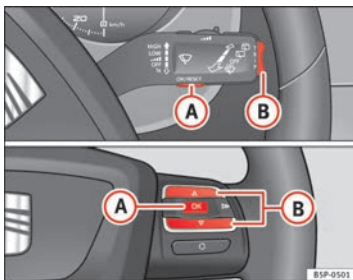

Abb. 40 Schaltwippen A und B. Bedienelemente am Lenkrad.
Ist demnächst ein Service fällig, erscheint in den Kilometeranzeigen eine **Service-Vorwarnung**. Es erscheint ein „Schraubenschlüssel“-Symbol und die Anzeige „km“ mit der Kilometerangabe, die bis zum fälligen Service-Termin gefahren werden kann. Nach etwa 10 Sekunden wechselt diese Anzeige. Es erscheint ein „Uhr-Symbol“ und die Anzahl der Tage bis zum fälligen Service-Termin. Der Informationstext am Display* im Kombiinstrument lautet: **SERV. IN... KM ODER... TAGEN**. Etwa 20 Sekunden nach Einschalten der Zündung oder bei laufendem Motor erlischt die Service-Meldung. Sie können auch durch Drücken des Rückstellknopfes des Kurzstreckenzählers oder durch Drücken der Wippe der MFA \Rightarrow Abb. 40 ② in die Normalanzeige schalten.
- Zum Umschalten von einem Speicher auf einen anderen drücken Sie bei eingeschalteter Zündung kurz die Taste \Rightarrow Seite 63, Abb. 40 **A** am Scheibenwischerhebel oder die Taste **A** der Bedienelemente am Lenkrad \Rightarrow Seite 63, Abb. 40.